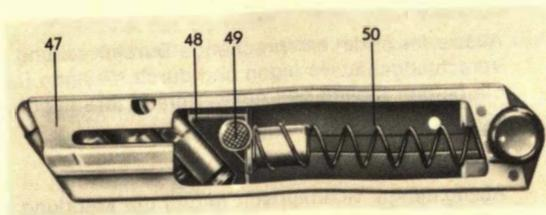

Bild 13
- **das Magazin** (Bild 13) mit einem Fassungsvermögen von 8 Patronen.